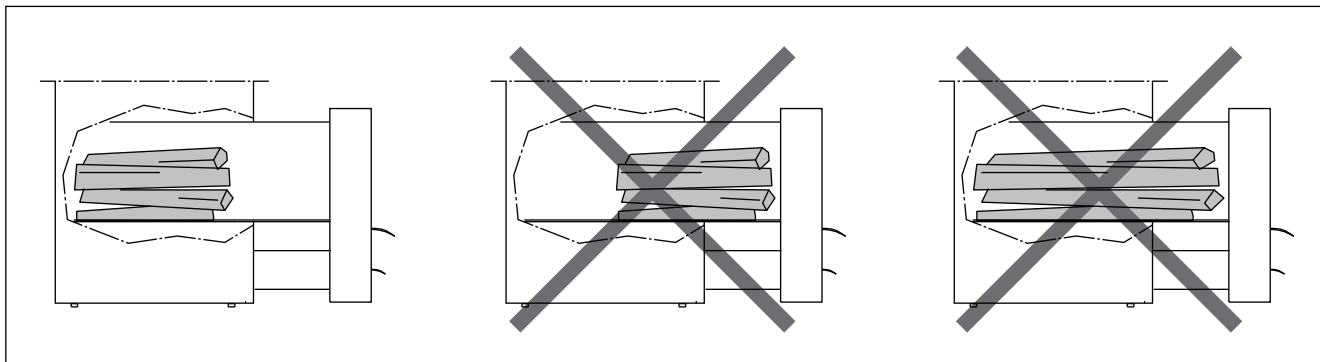

Рисунок 3.
2. Заложите дрова в топку так, чтобы между ними мог свободно циркулировать воздух, поступающий в топку. Самые крупные дрова положите вниз, а более мелкие - наверх. Используйте поленья диаметром 8–12 см. (Учитывайте объем закладки для розжига, таблица 2.) **Кладите дрова на колосник в заднюю часть топки. Не допускайте горения дров в топочном тоннеле. Избегайте использования слишком длинных поленьев, которые помещаются в топке с трудом (рисунок 3).**